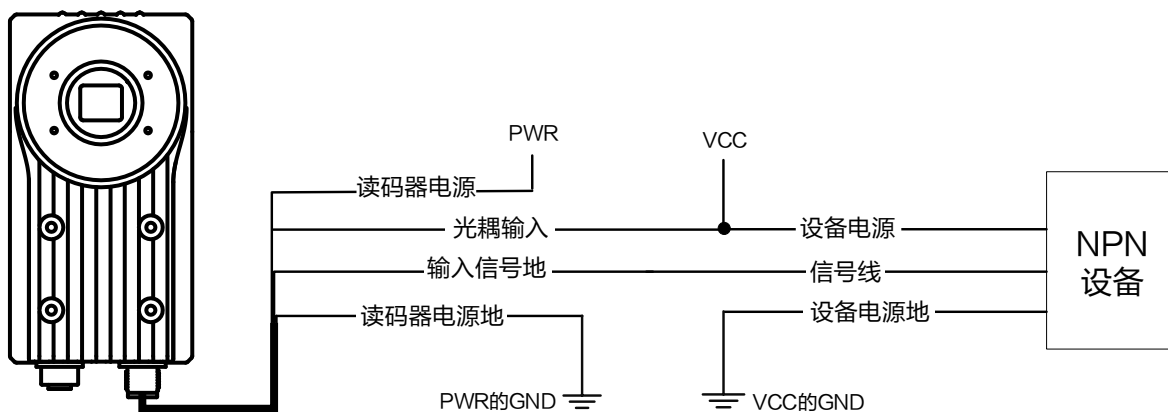

图5-7 输入信号接 NPN 设备（不使用上拉电阻，适用于 ID6200EM 型号设备）
- MV-ID6200EM-00C-NNG 型号设备接线图如图 5-7 所示。